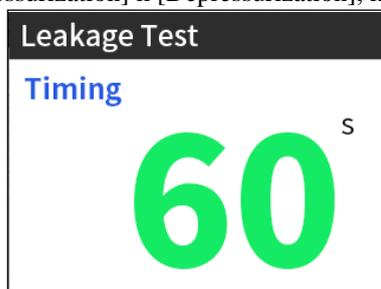

Рис. 5.2.1
- 2) Выберите режим [Leakage test] в главном меню и нажмите кнопку [Run]. Система включается в работу. Оцените утечки из форсунки по наличию капель на распылителе или их отсутствию. Обычно, не должно образовываться более одной капли в минуту. По умолчанию, продолжительность тестирования составляет 60 секунд, давление при тесте на утечку превышает заводское значение на 10%. Давление можно отрегулировать нажатием кнопок [Pressurization] и [Depressurization], как показано на рис. 5.2.1.